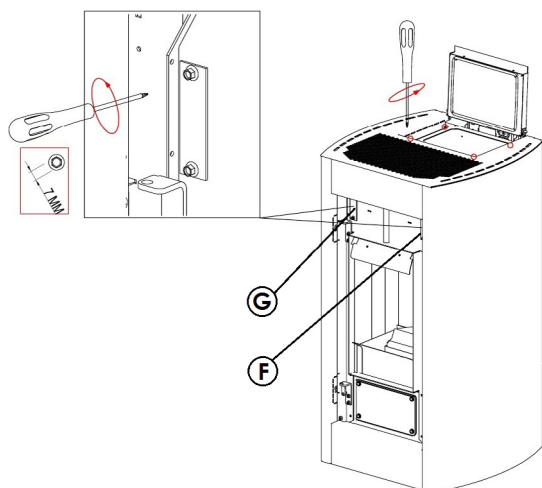

Fig. 76 - Verwijdering van de platen
- Als de kachel koud is, de deur openen en de plaat "F" verwijderen door de twee schroeven te verwijderen (zie **Fig. 76 op pag. 39**).